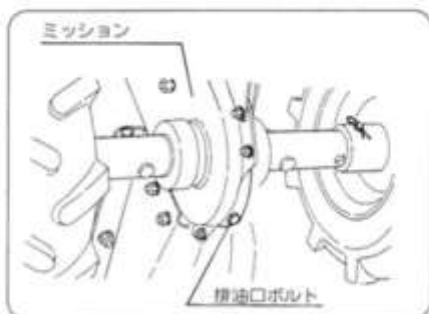

図50
- ③ 排油口ボルトを確実に締付けてください。（図50）
- ④ 注油口より新しいギヤオイルSAE #90を入れてください。